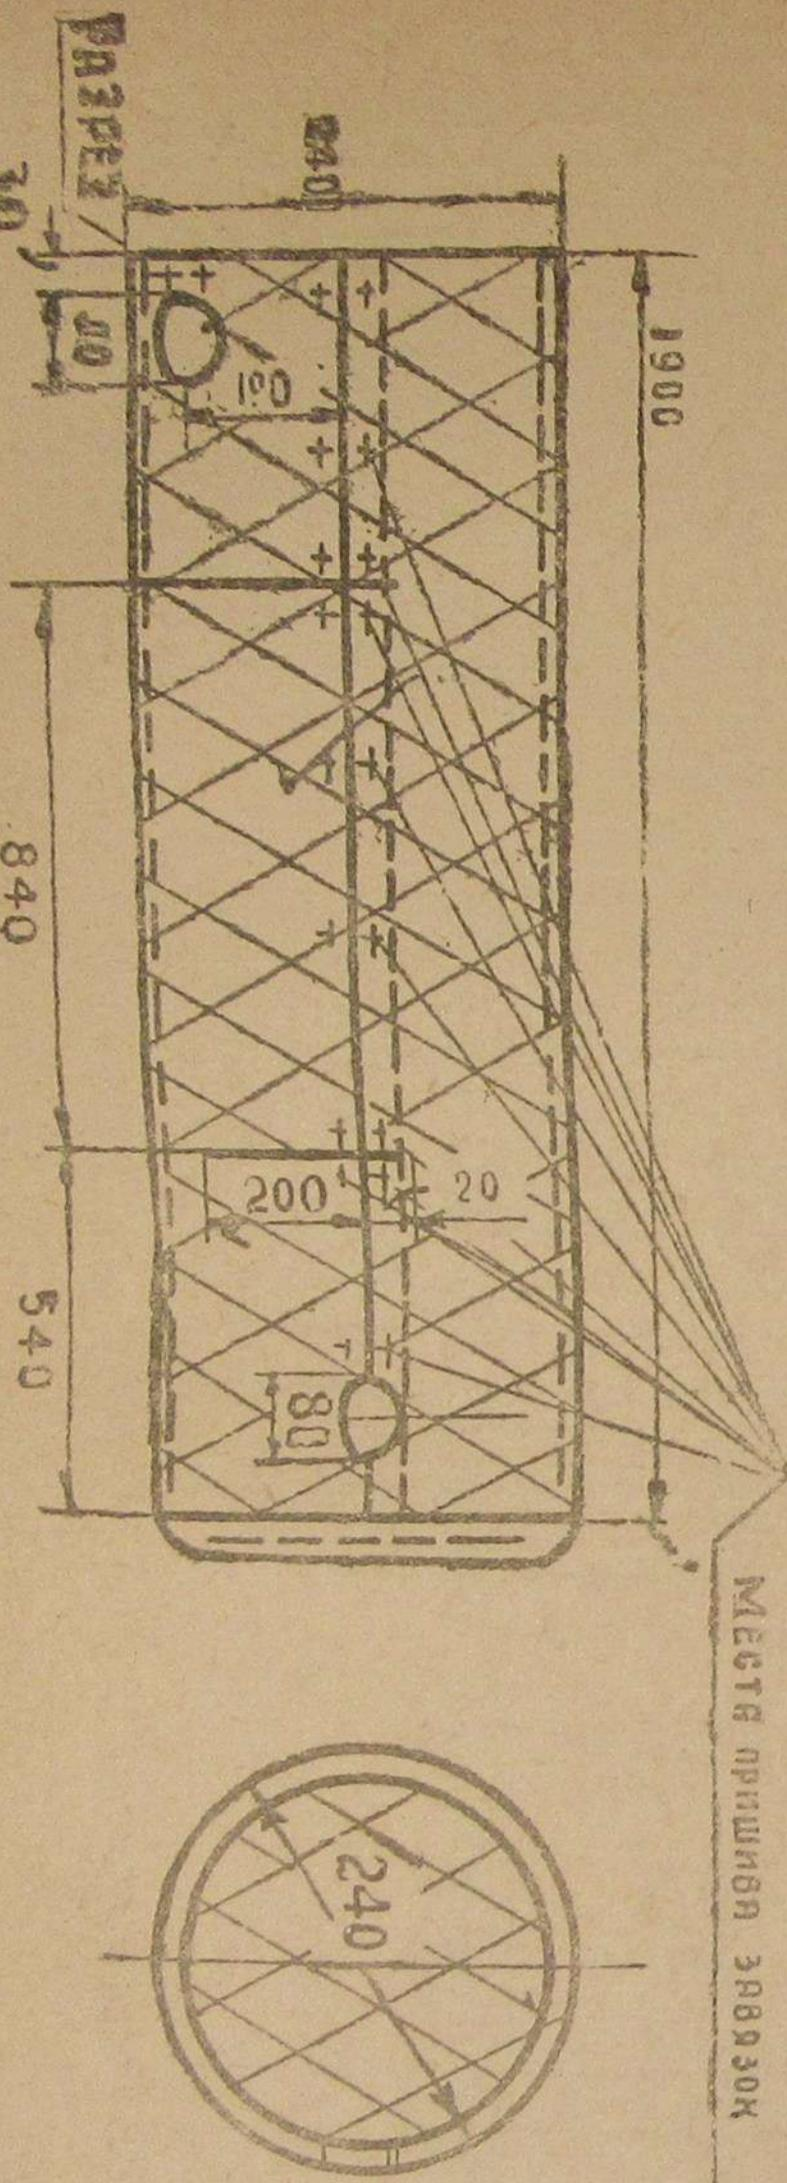

Рис. 14.
2. Теплый чулок из мешковины и ваты на 3-й цилиндр горизонтального очистителя (рис. 14).